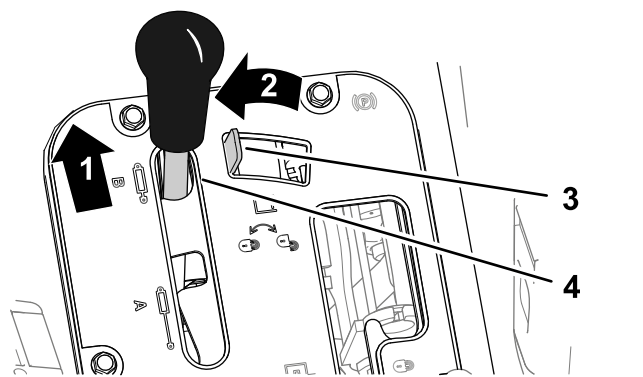
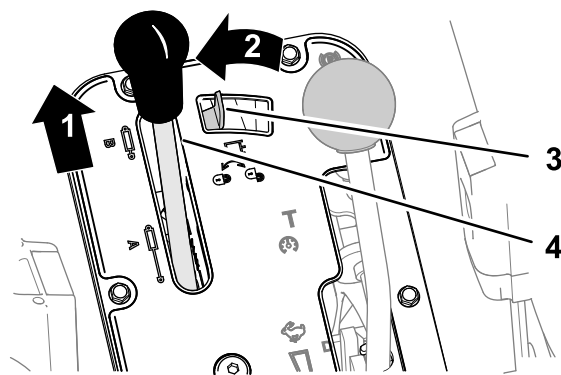

Рисунок 90
Рисунок 91
1. Нажмите вперед на рычаг механизма гидравлического подъема (Рисунок 90 или Рисунок 91).
2. Переведите рычаг блокировки гидравлического подъема влево, чтобы включить блокировку (Рисунок 90 или Рисунок 91).